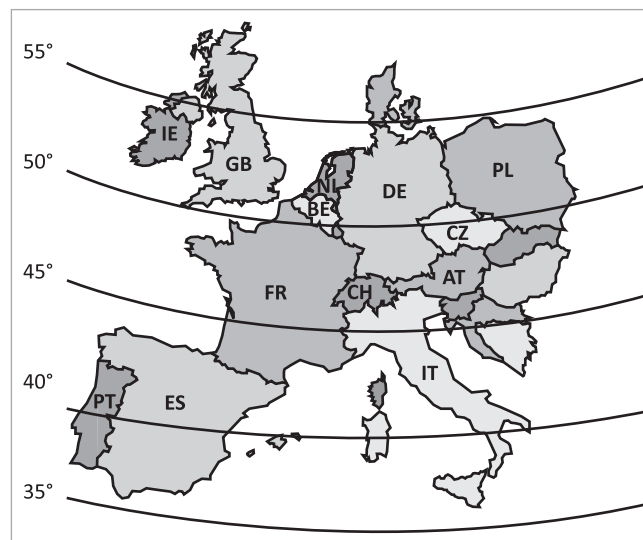

Fig. 4 : latitudes en Europe
- La $\rightarrow$ fig. 4 indique la latitude de votre lieu d'installation.